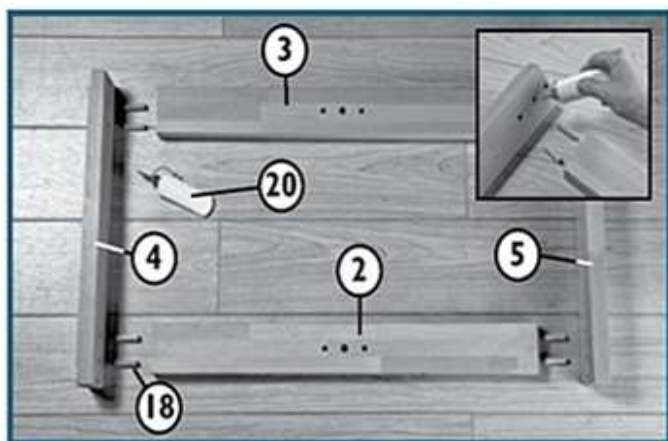

Fig. 1
1.) Bodenplatte (5), Plattenträger (4), hinteres Tischbein (3) und vorderes Tischbein (2) mit vorgebohrten Dübellöchern nach innen bereitlegen (Abbildung 1). Befestigen Sie die Bodenplatte und den Plattenträger mit dem vorderen und hinteren Tischbein mit 4 Dübeln (18) und Klebstoff (20) (Abbildung 1). Benutzen Sie die Dübellöcher an der Innenseite für die Verbindung. Die Bohrung auf der anderen Seite des Plattenträgers dient zur Befestigung der Hobelbank-Arbeitsplatte (1). Wiederholen Sie Montage für die andere Seite.